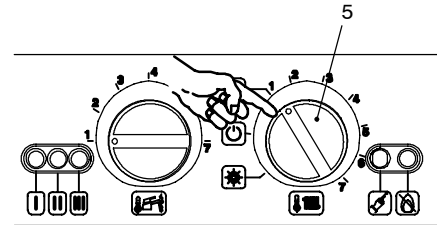

fig. 9.18
- 7 Quindi riposizionarlo in richiesta Riscaldamento/sanitario fig. 9.18